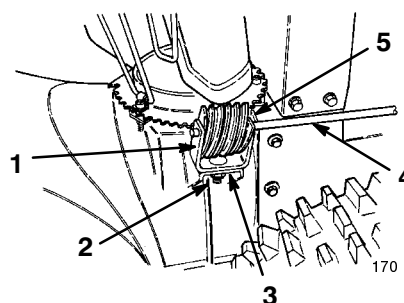

Figure 8
1. Introduisez la vis de carrossier de 2,5 cm dans le trou de montage du support de la vis sans fin (Fig. 8).
2. Placez la vis sans fin dans le support, alignez les trous et introduisez la tige de commande d'orientation de l'éjecteur dans le support et la vis sans fin (Fig. 8).
3. Montez la vis sans fin et le support sur la bride, sans serrer, à l'aide de la vis de carrossier, de la rondelle plate et du contre-écrou (Fig. 8).
4. Glissez la vis sans fin dans les dents de la couronne de l'éjecteur et serrez le contre-écrou (Fig. 8).